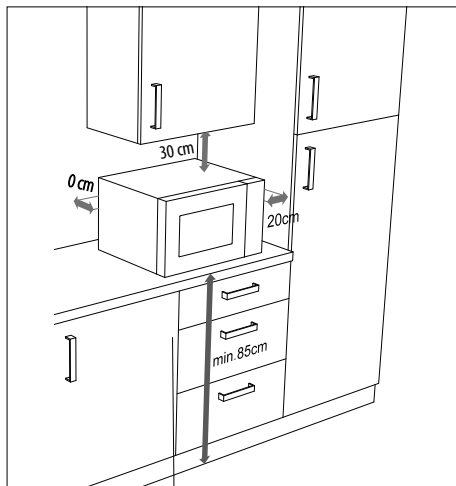

Fig. 4 – Distancias de aparato
- Se deben observar las distancias indicadas en (**véase Fig. 4**) para asegurar una buena ventilación. El distanciador de la pared posterior del aparato debe tocar la pared. Este garantiza que se mantiene la distancia correcta al colocar el microondas.